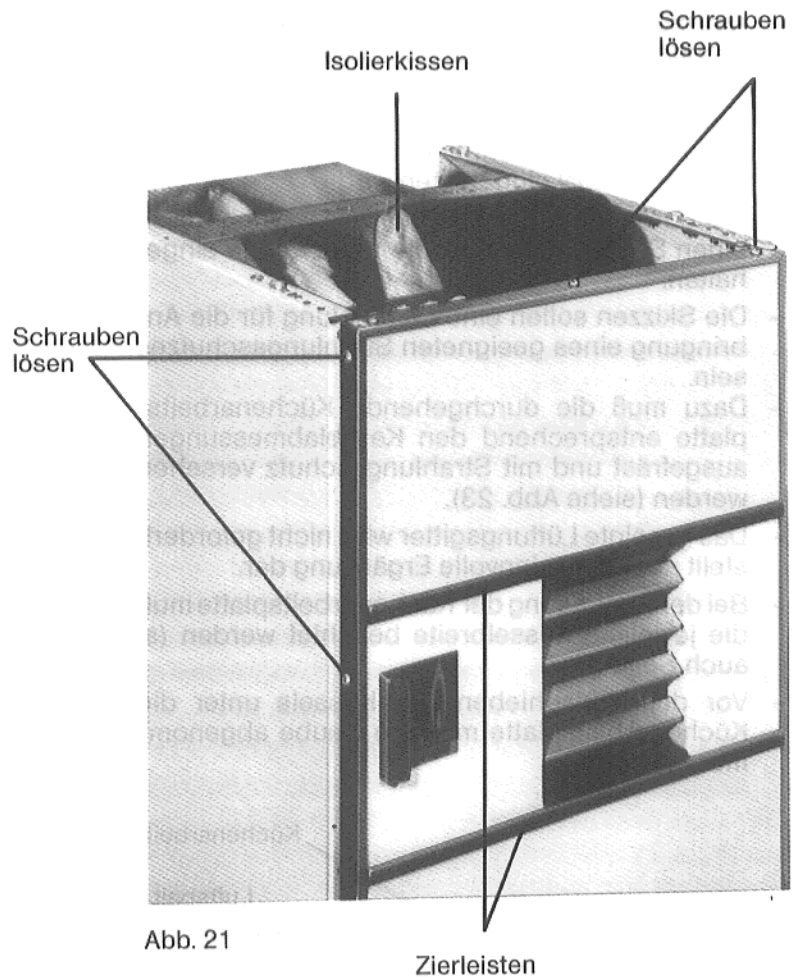

Abb. 21
3. Schrauben an dem Dekorrahmen lösen. Dekorrahmen vorziehen, Dekor einschieben bzw. einsprengen (Abb. 21).
2. Isolierkissen über dem Deckel der Strömungssicherung herausnehmen (Abb. 21).